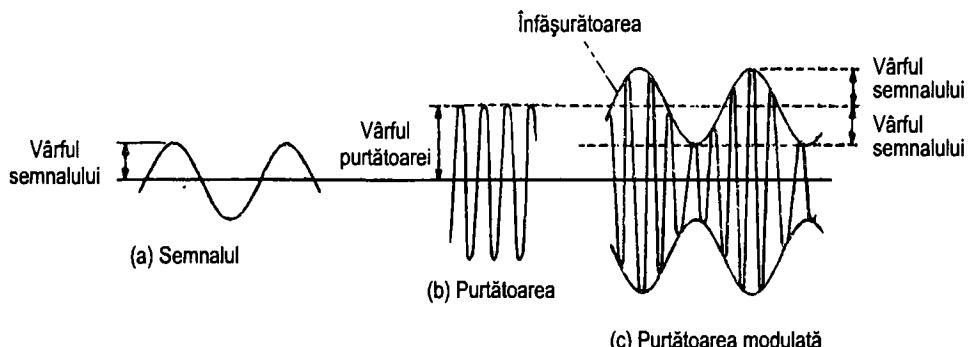

Figura 14.1 Modulația de amplitudine (gradul de modulație de 50%)
Modulația de amplitudine (MA) este cel mai folosit tip de modulație. În sistemele MA amplitudinea purtătoarei este variată conform semnalului sau informației (figura 14.1). În absența semnalului, purtătoarea are un nivel constant, ca în figura 14.1(b). Când este modulată de o undă sinusoidală, amplitudinea purtătoarei se modifică peste și sub nivelul nemodulat, după cum semnalul urcă sau coboară. Cu cât semnalul este mai mare, cu atât modificările amplitudinii purtătoarei sunt mai mari. Purtașarea modulată în amplitudine (figura 14.1(c)) are o înfășurătoare care este o copie a semnalului modulator. La demodulare, se extrage tocmai această înfășurătoare pentru a reface semnalul.
Gradul de modulație = Vârful semnalului / Vârful purtătoarei × 100 % (vedeți figura 14.1).
Purtașarea modulată din figura 14.1 are o adâncime de modulație de 50%.